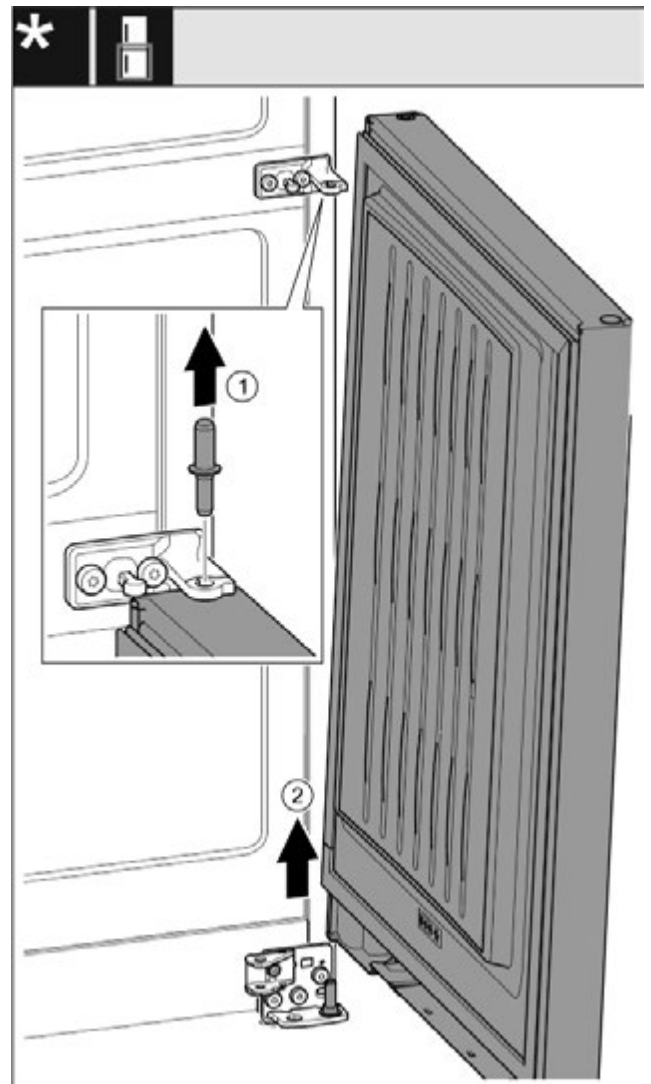

Fig. 19*
- ▶ Витягніть гвинт догори.* Fig. 19 (1)
- ▶ Відкрийте дверцята, зніміть рухом вгору та відкладіть убік.* Fig. 19 (2)